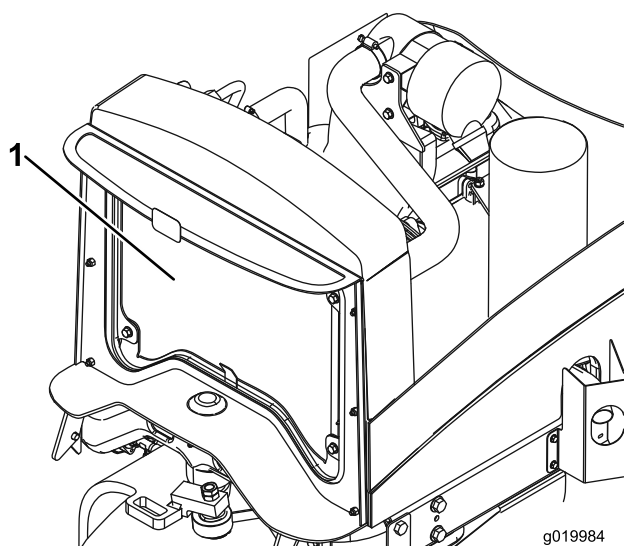

Figura 57
2. Limpe ambos os lados do radiador com ar comprimido (Figura 57).